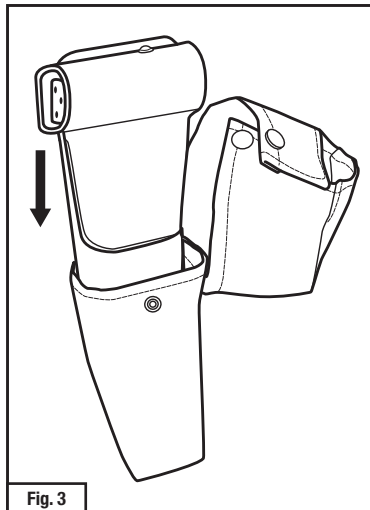

Fig. 3
4. Doble la lengüeta superior de la parte posterior de la funda y deslice el adaptador de batería TR-659 con batería en la funda TR-657 con el lado de la batería hacia el enlazado de cinturón (posterior) de la funda (Fig. 3).